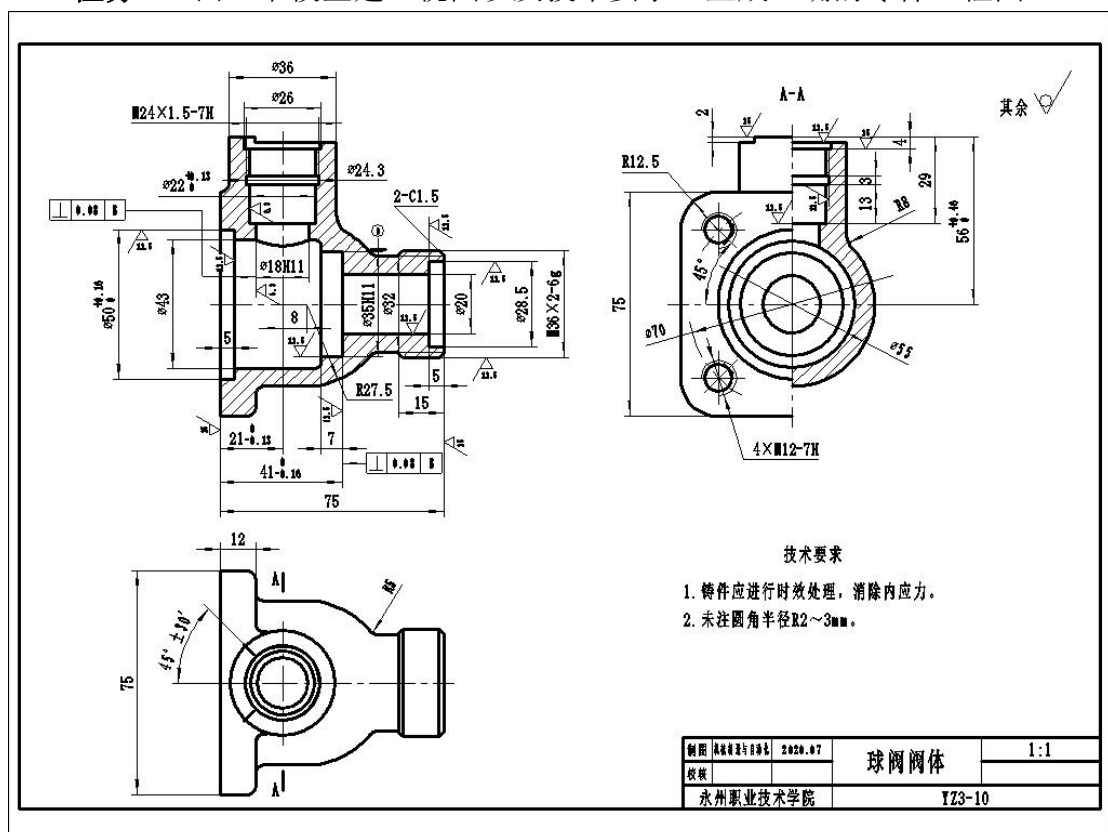

图 3-10 球阀阀体零件图
**任务 1：**识读球阀阀体零件图（如图 3-10 所示），根据零件图要求，利用三维设计软件正确绘制草图，选择合适的特征建模方法完成零件三维造型；